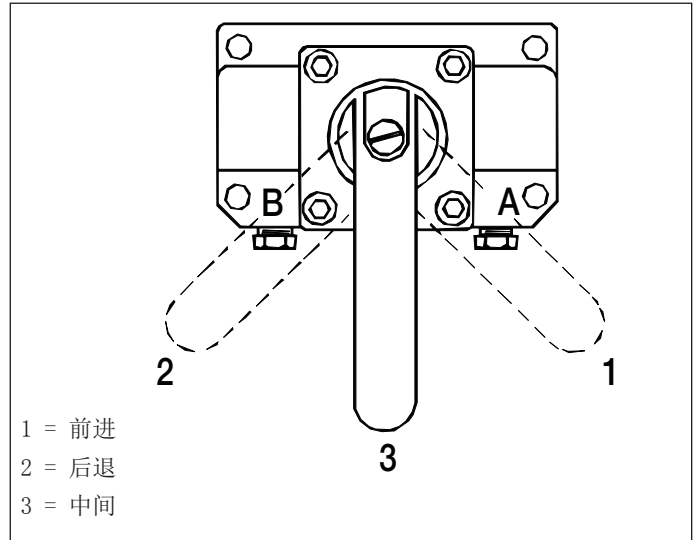
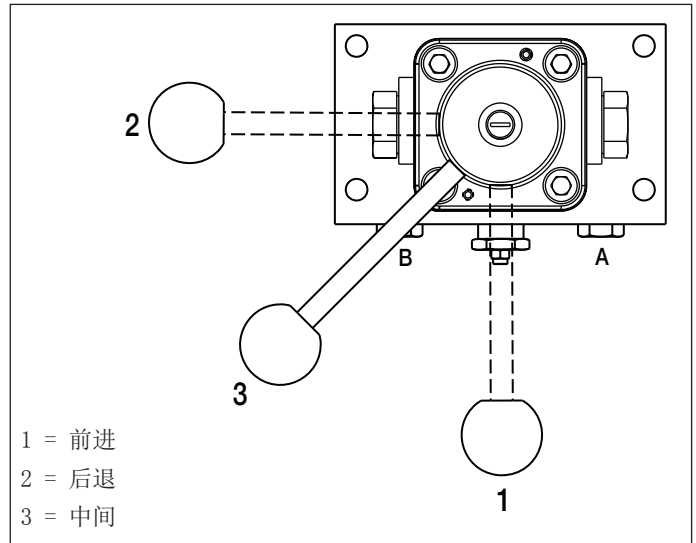

图 11, 阀柄位置, VM33、VM33L、VM43、VM43L
图 12, 阀柄位置, VM33M、VM43M
4. 将控制阀柄旋转到中间（“3”）位置。关于 VM33 和 VM43 的阀位置，请参阅图 11。关于 VM33M 和 VM43M 的阀位置，请参阅图 12。
4. 将控制阀柄旋转到中间（“3”）位置。关于阀位置，请参阅图 11。